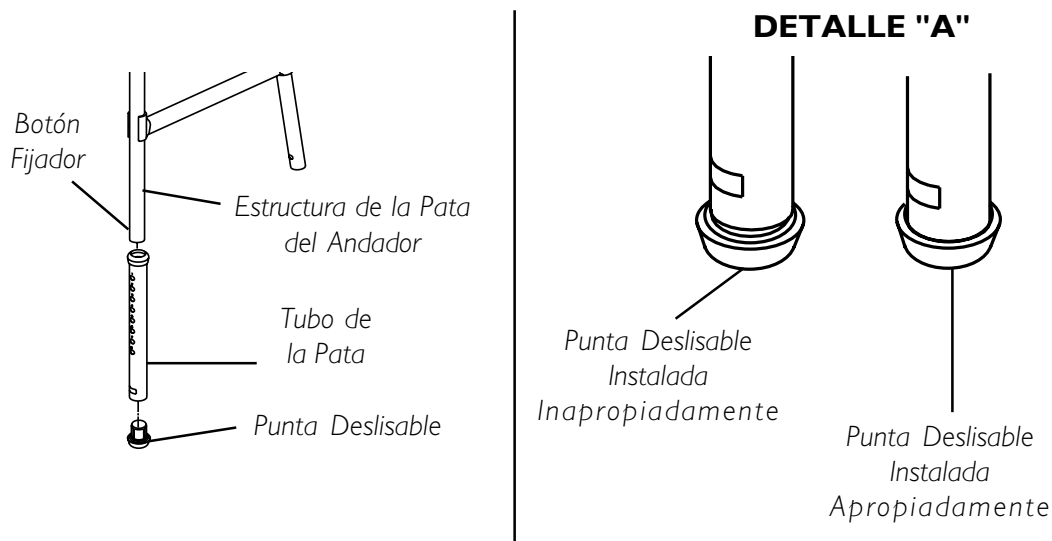

FIGURA 3 - INSTALANDO LA PUNTA DESLISABLE
INSTALANDO LA PUNTA DESLISABLE (FIGURA 3)
4. Asegúrese de que la punta deslizable NUEVA está propiamente instalada según se muestra en el DETALLE "A" de la FIGURA 3. Si es necesario, golpee ligeramente la punta deslizable hasta que quede en su posición correcta.